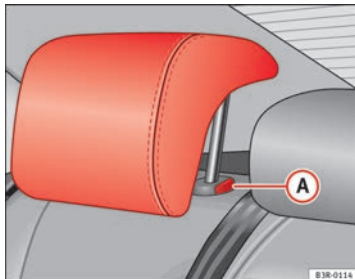

Fig. 5. Plazas laterales del asiento trasero: Apoyacabezas
- Oprima el botón (A) ⇒ fig. 5 y descienda el apoyacabezas.
- Apriete la tecla (A) ⇒ fig. 5 y, al mismo tiempo, extraiga el apoyacabezas.